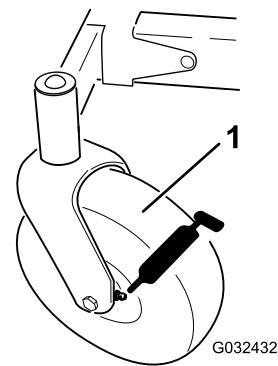

Figura 34
3. Limpe os bocais de lubrificação (Figura 34) com um pano.
4. Ligue uma pistola de massa lubrificante a cada bocal (Figura 34).